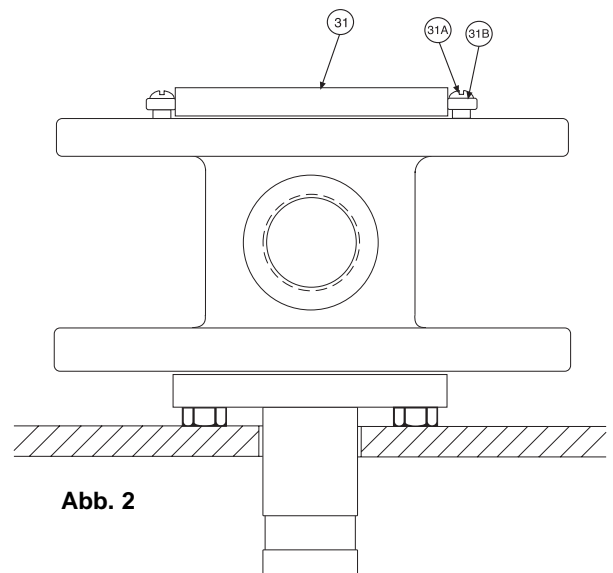

Abb. 2
Den Dichtkopf aufrecht mit dem Nippel (4) in einem ausreichend bemessenem Rohr oder in einer Öffnung der Arbeitsplatte hinstellen (Abb. 2). In dieser Position ruht das